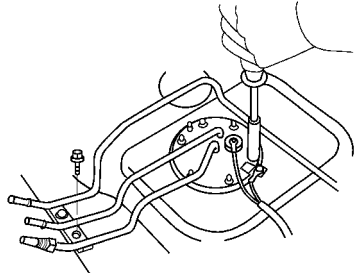

图 2-89 从燃油箱拆下输油泵托架
- (1) 从燃油箱中排尽汽油，拆下燃油箱。
- (2) 从燃油箱拆下输油泵托架。旋下 6 个螺钉和螺栓，拉出输油泵托架，如图 2-89 所示。